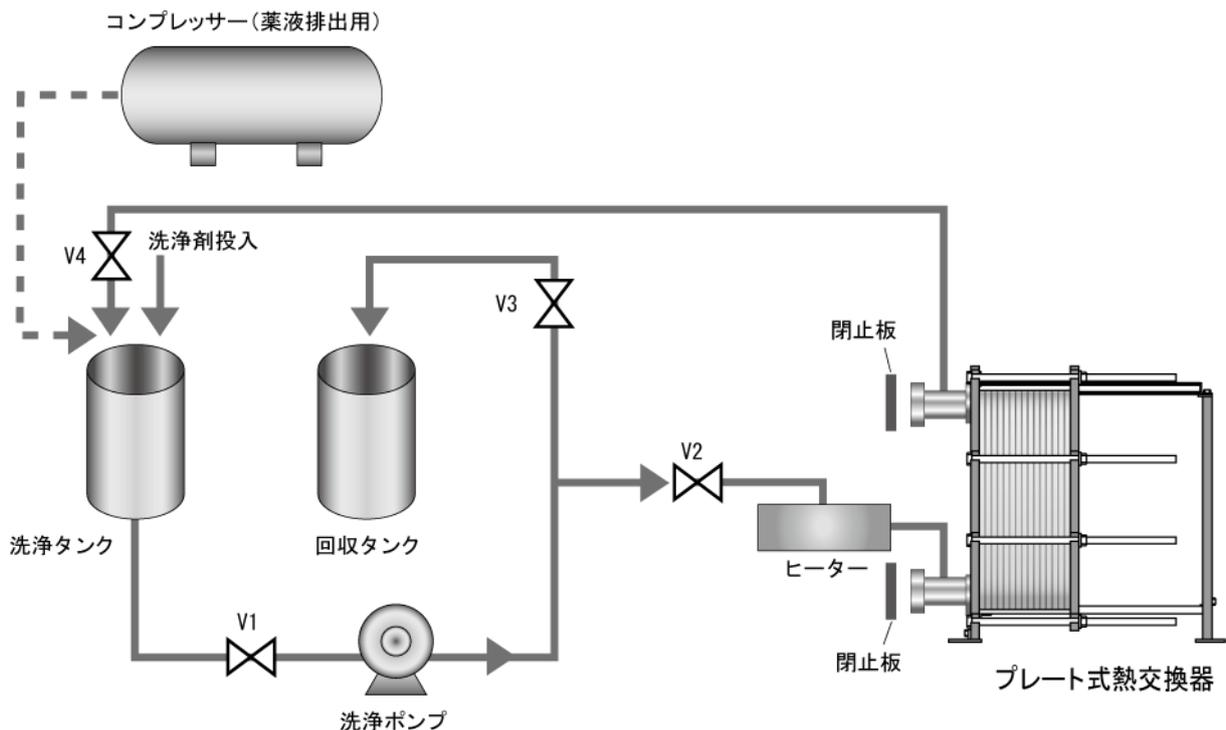

図 1. フローシート
① 洗浄ポンプ用電源
② コンプレッサ用電源 または 0.5MPa 清浄エア
③ 電気ヒーター用電源
④ 清水
3. 洗浄の手順（図 1 フローシートをご参照ください。）
- ① 洗浄するプレート式熱交換器（以下 PHE と表記）の状態、スケールおよび使用液を調査し、洗浄方法（洗浄剤名称、濃度、時間、温度）を貴社に連絡後、洗浄剤を発送します。
- ② 対象 PHE の前後配管を既設バルブ、または閉止板にて遮断してください。
- ③ PHE 内の液を抜きます。
- ④ 洗浄用配管を接続します。（図 1 フローシート参照）洗浄液は温度計座、圧力計座または液抜きより出し入れします。洗浄液入口接続は貴社にてご用意ください。
- ⑤ 洗浄タンクにて、洗浄剤を希釈して規定の濃度に調整します。洗浄剤の使用にあたっては安全データシート（SDS）をお読みください。
- ⑥ バルブ V1 開、V2 開、V3 閉、V4 開として循環回路を作ります。
- ⑦ 洗浄ポンプを起動し、洗浄液を PHE 内に投入します。
- ⑧ 洗浄剤によっては電気ヒーターを使用して加熱します。
- ⑨ 各洗浄剤の使用方法に従って循環洗浄を行ってください。洗浄が終了したら洗浄ポンプを止めて V1、V4 バルブを閉じます。（V1 閉、V2 開、V3 閉、V4 閉）
- ⑩ V4 先の洗浄液戻りホースにエア配管を取付けます。
- ⑪ V3 先のホースを回収タンクに入れます。
- ⑫ V3 バルブを開きます。（V1 閉、V2 開、V3 開、V4 閉）
- ⑬ V4 バルブを開け、エアを PHE 上部から投入して使用済みの洗浄液を回収します。回収タンクから洗浄液があふれないように注意してください。